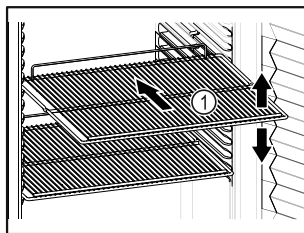

Fig. 61 Simbolična slika
- Če je odlagalna rešetka Fig. 61 (1) premaknjena, jo prilagodite po višini.